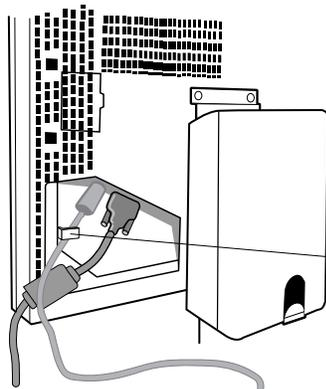

Figure C.1
3. Branchez le mini-connecteur D-SUB à 15 broches de câble vidéo et le câble de l'adaptateur CA. Branchez le câble de l'adaptateur CA sous l'attache A (**Figure C.1**).